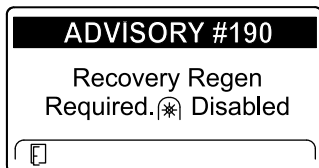

Figura 70
- Regenerare de recuperare necesară - priză de putere dezactivată ADVISORY #190 (recomandarea nr. 190) (Figura 70)